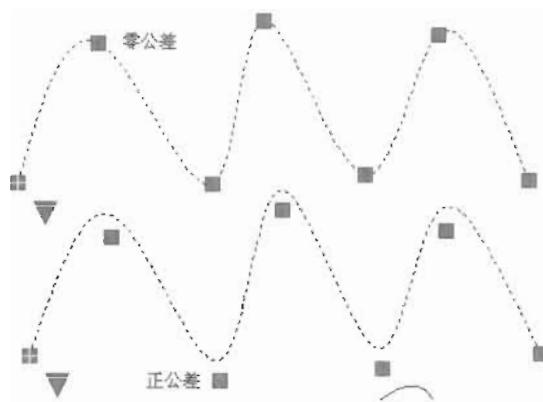

图 5-67
(9) 公差: 指定距样条曲线必须经过的指定拟合点的距离。公差应用于除起点和端点外的所有拟合点, 如图 5-67 所示。